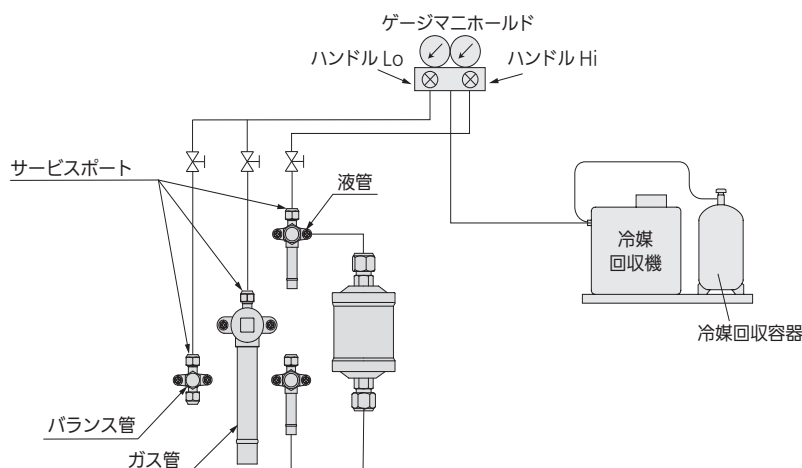

図20
- 3) 室外ユニットのガス管、液管、バランス管の各サービスポートに冷媒回収機を接続します。(図20)